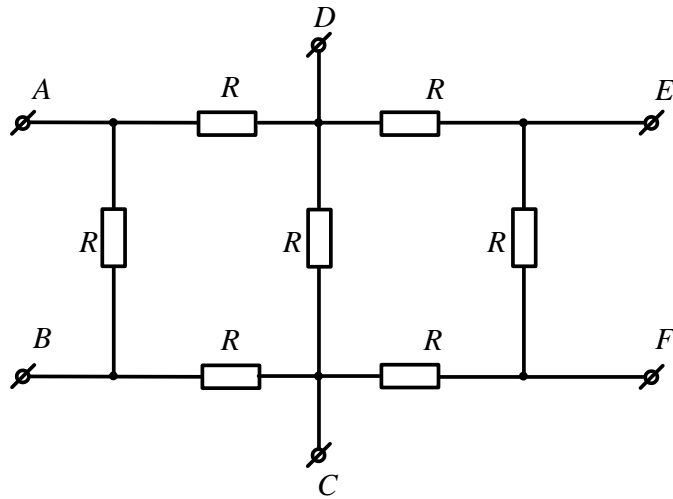

Рисунок 8
**Задача 3.** В схеме (рис.8) значения сопротивлений резисторов одинаковы и равны  $R=10\text{Ом}$ . Определить в общем виде значения сопротивлений между зажимами АВ, АС, АД, СD, АF.